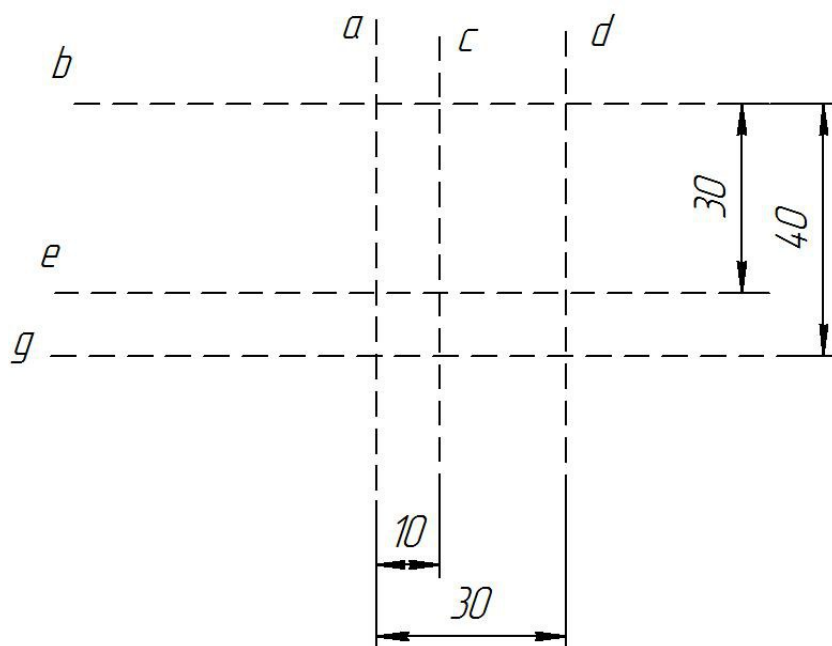

Рис. 1.20. Построение вспомогательных линий
2. Вызовите *Панель расширенных команд* построения **Вспомогательных прямых**  и выберите на ней команду построения **Вертикальной прямой** . Постройте вертикальную линию «a», указав щелчком ЛКМ точку примерно в середине экрана (рис. 1.20).